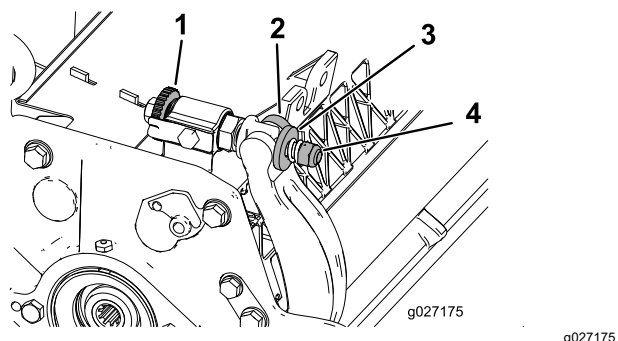

Bild 30
1. Drehen Sie die Einstellschrauben des Untermesserträgers nach links, um den Abstand zwischen Untermesser und Spindel zu vergrößern (Bild 30).
2. Drehen Sie die Federspannungsmutter so weit hinaus, bis die Scheibe nicht mehr gegen den Untermesserträger angespannt ist (Bild 30).